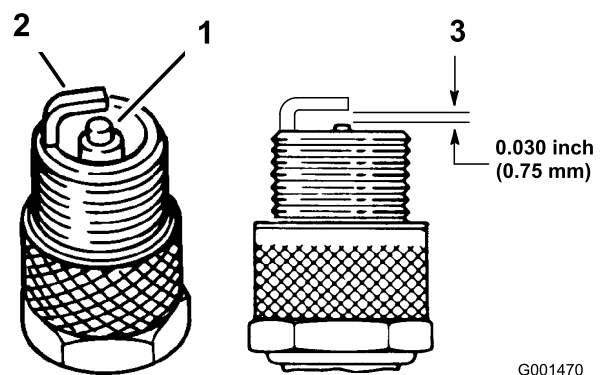

Figure 31
1. Examinez le centre des bougies (Figure 31). Si le bec de l'isolateur est recouvert d'un léger dépôt gris ou brun, le moteur fonctionne correctement. S'il est couvert d'un dépôt noir, c'est généralement signe que le filtre à air est encrassé.
3. Contrôlez l'écartement entre l'électrode centrale et l'électrode latérale (Figure 31). Courbez l'électrode latérale (Figure 31) si l'écartement est incorrect.
3. Connectez les bougies (Figure 31).